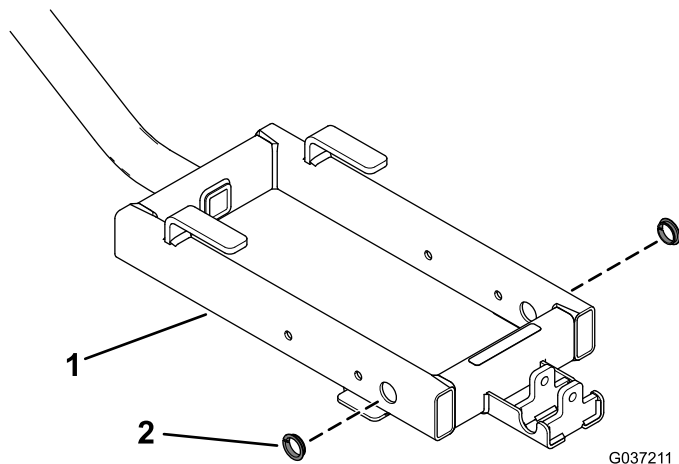

Figura 2
1. Instale los 2 casquillos a presión en el bastidor del soporte del esparcidor (Figura 2).